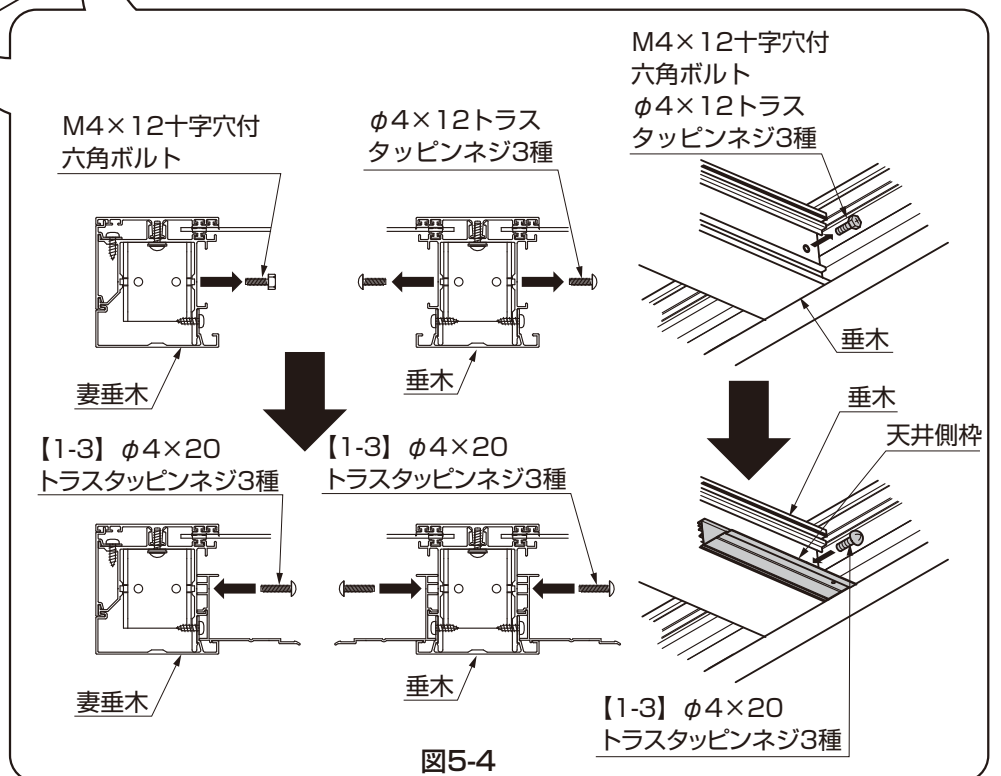

図5-4
- ② 垂木掛け側から「M4×12十字穴付六角ボルト」および「φ4×12トラスタッピンネジ3種」を取外して、取外した穴に【1-3】で天井側枠を取付けてください。(図5-4参照)